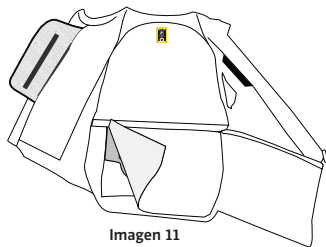

Imagen 11
1. Acceda a la abertura de la parte interior del chaleco abriendo la cremallera y los cierres de velcro (Imagen 11).